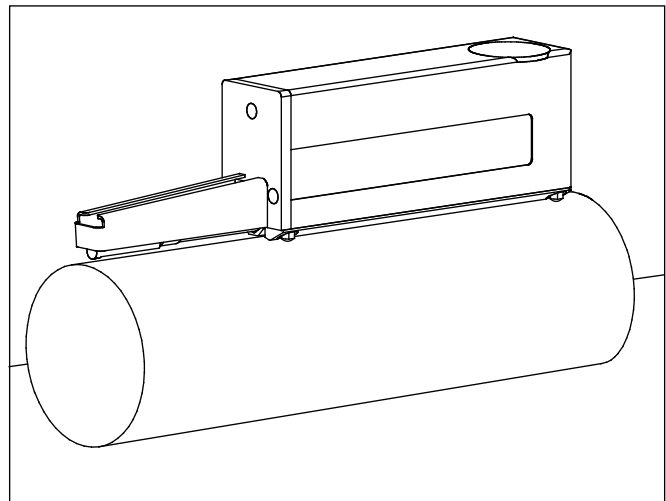

Abb. 6
- Bei Messobjekten mit einem Durchmesser über 72 mm ruht das MarSurf GD 25 / GD 25 plus auf den Stützfüßen; diese sind als Vierpunktauflage anzuordnen (s. Abb. 6).